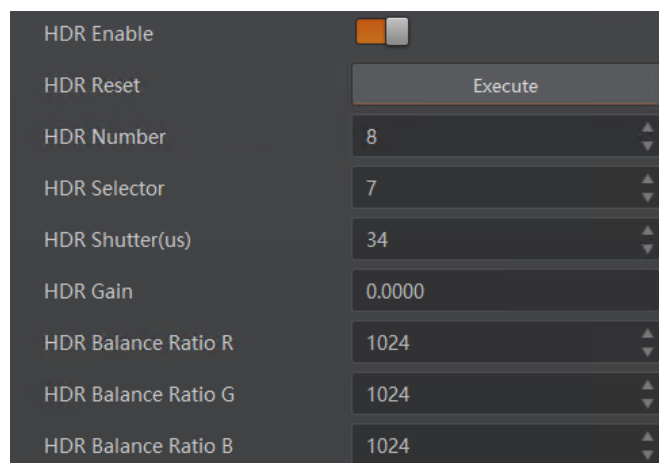

图7-22 HDR 设置
3. 选择 *HDR Selector*，通过调整 *HDR Shutter(μs)*、*HDR Gain* 和 *HDR Balance Ratio R/G/B* 的数值，分别对每一组的曝光时间、增益值以及 R/G/B 分量进行设置，如图 7-22 所示。